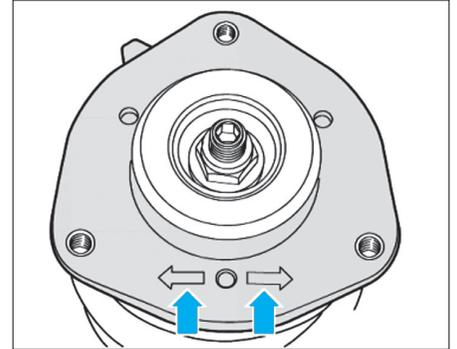

Fig. 7
- Veiller à ce que l'une des deux flèches présentes sur le palier supérieur de l'amortisseur soit orientée vers l'avant du véhicule (Fig.7).